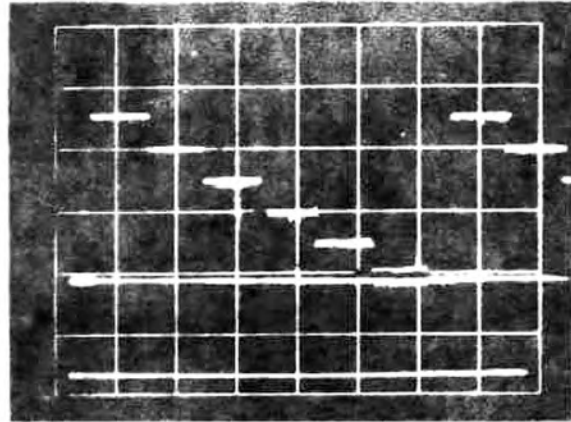

Fig.2 Signal retourné avec l'ENTREE 901
- Régler le contacteur "Volt/div" de l'entrée B en partant de la position 20 V vers la position 0,05 V, de manière à visualiser le signal dans de bonnes conditions (fig 2)